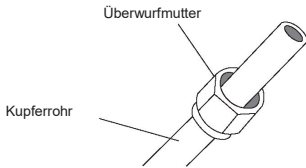

Abb. 11.3.
3. Montieren Sie die Überwurfmutter an beiden Enden des Rohres. Achten Sie darauf, dass sie in die richtige Richtung zeigen, da sie nach dem Aufweiten nicht auf das Rohr aufgesetzt oder umgedreht werden können. Siehe Abbildung 11.3